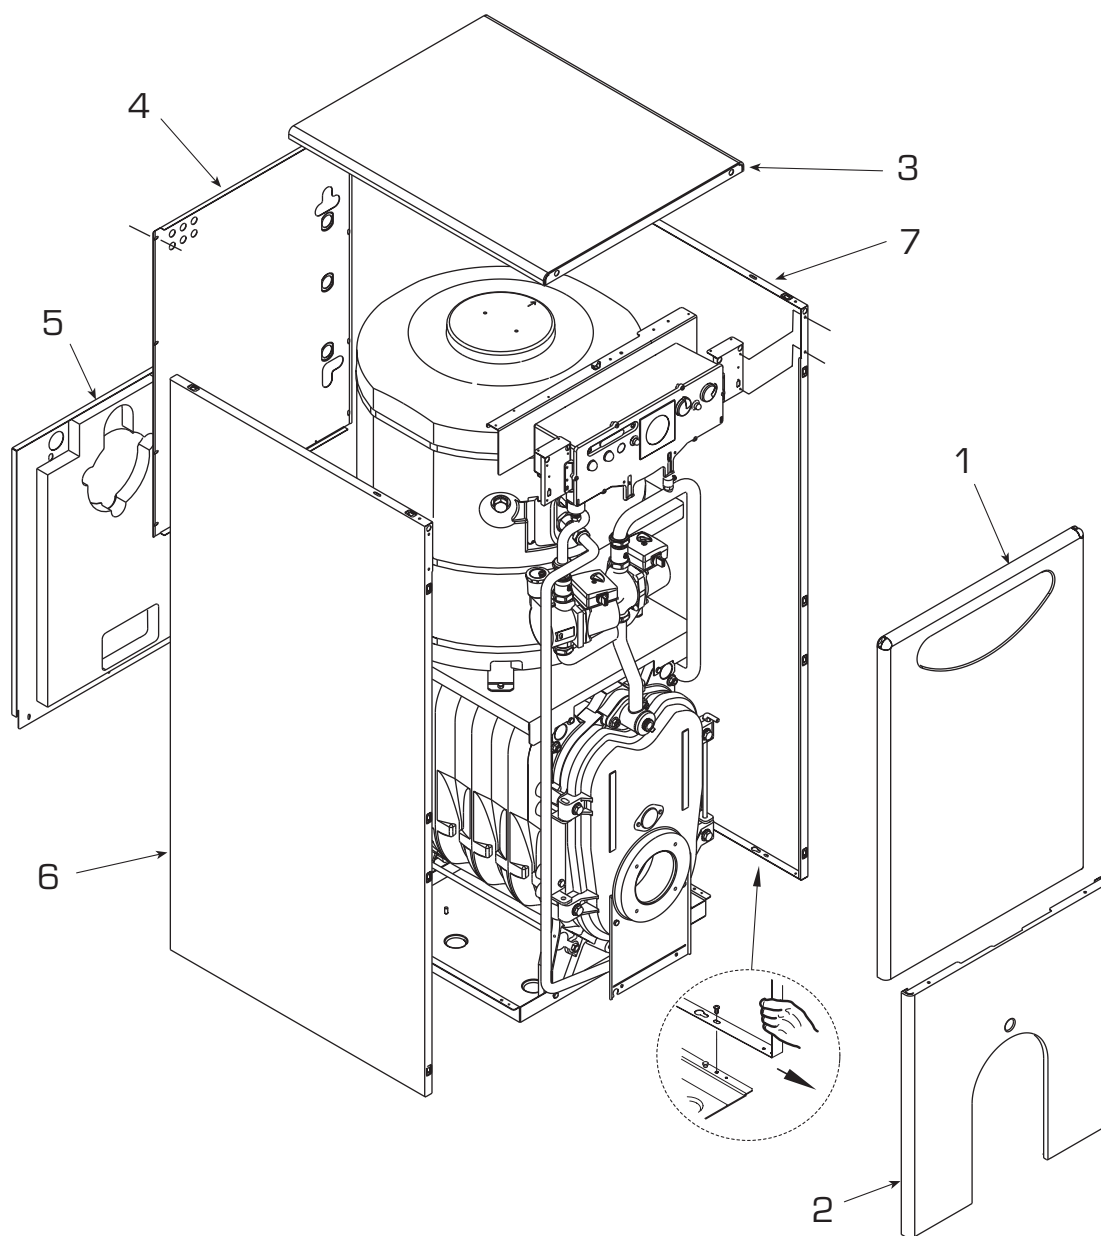

Fig. 9
3.3.3 Démontage de la jaquette (fig. 9)
Pour nettoyer plus facilement la chaudière on peut démonter complètement la jaquette en suivant la progression numérique indiquée sur la fig. 9.